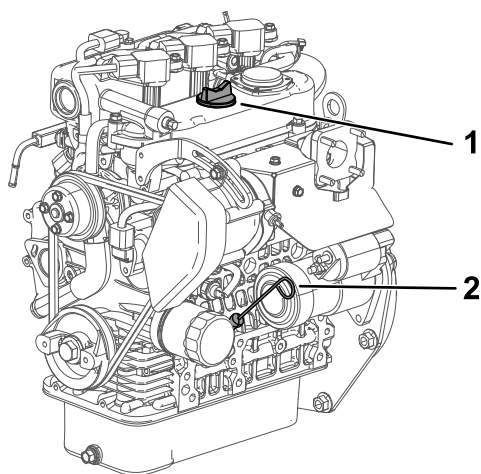

Figure 34
4. Retirez la jauge et essuyez-la sur un chiffon propre (Figure 34).
5. Remettez la jauge dans le tube en l'enfonçant complètement (Figure 34).
6. Ressortez la jauge et vérifiez le niveau d'huile (Figure 34).
7. Si le niveau est trop bas, retirez le bouchon de remplissage (Figure 34) et ajoutez la quantité d'huile nécessaire pour amener le niveau au repère maximum sur la jauge.
8. Revissez la jauge solidement en place (Figure 34).